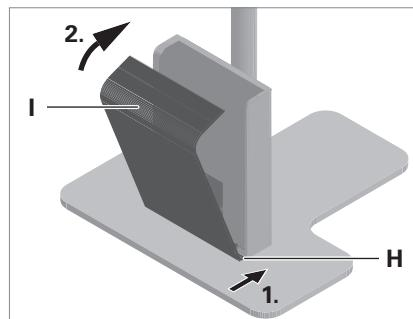

Fig. 5: Blende montieren.
- Setzen Sie die Blende **I** in die Öffnungen **H**, siehe Fig. 5.
- Klappen Sie die Blende an die Versorgungseinheit, siehe Fig. 5.